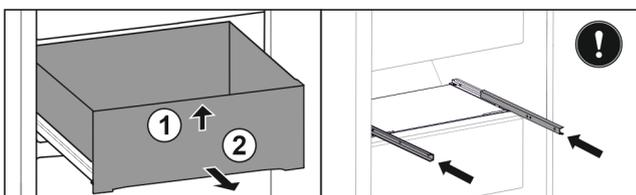

Fig. 28\*
- ▶ Sollevare il cassetto sul lato anteriore Fig. 28 (1)\*
- ▶ Rimuovere tirando in avanti Fig. 28 (2)\*